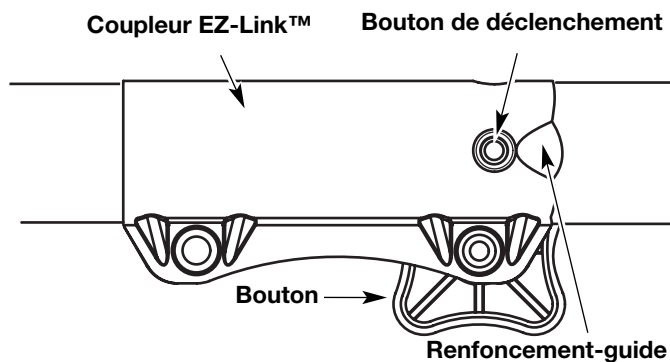

Fig. 11
1. Dévissez le bouton vers la gauche (Fig. 11).
2. Appuyez sur le bouton de déclenchement et maintenez-le enfoncé (Fig. 11).
NOTE : aligner le bouton de déclenchement avec le renforcement-guide facilitera l'installation (Fig. 11).